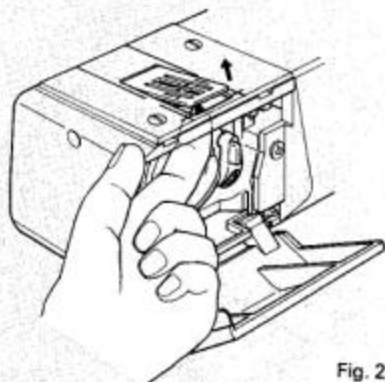

Fig. 2
3. Laat de persvoethevel zakken, zodat de voet aan de voethouder wordt vergrendeld (zie Fig. 2).